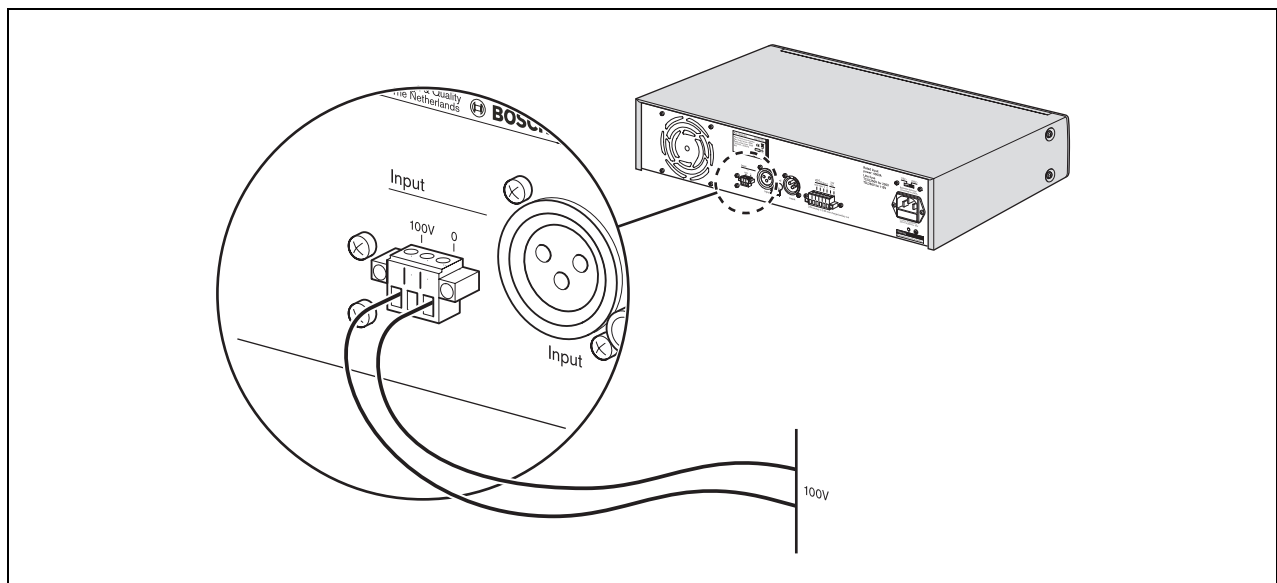

Abbildung 4.2: Anschluss eines 100-Volt-Eingangssignals
Ein 100-V-Eingangssignal kann an der steckbaren Euro-Schraubverbindung (2) auf der Rückseite des Geräts gemäß Abbildung 4.2 angeschlossen werden.